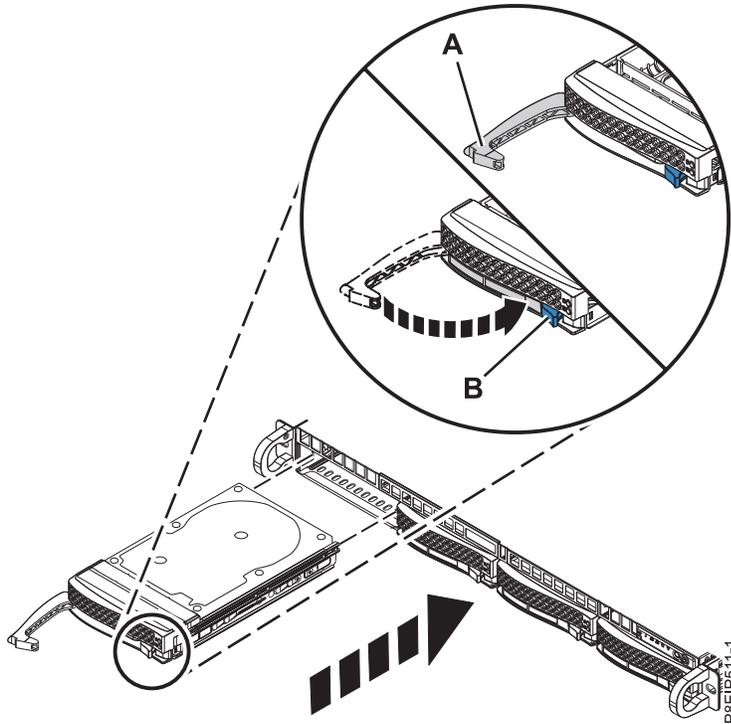

Figura 4. Detalle de bloqueo de la unidad de disco
4. Bloquee el asa de la bahía de unidad (A) presionando el pestillo de liberación del asa hasta que encaje en (B) como se muestra en la Figura 4 en la página 7.